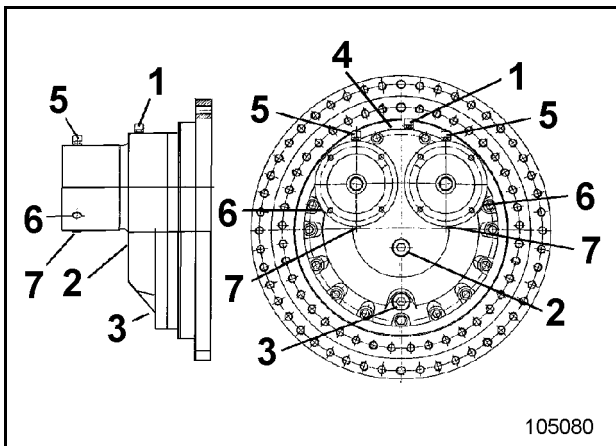

Fig. 3-118:
- Verschlusschraube (7, Fig. 3-118:) herausdrehen und Öl vollständig ablassen.
- Entlüftungsfiler (1 und 5, Fig. 3-118:) herausdrehen und in Waschbenzin oder Petroleum reinigen.